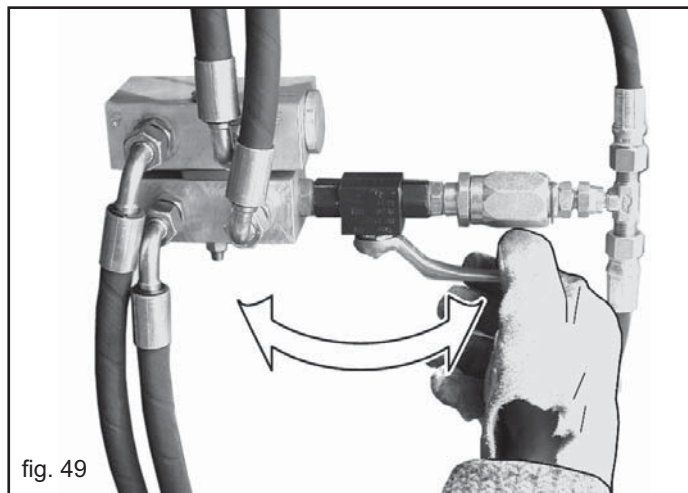
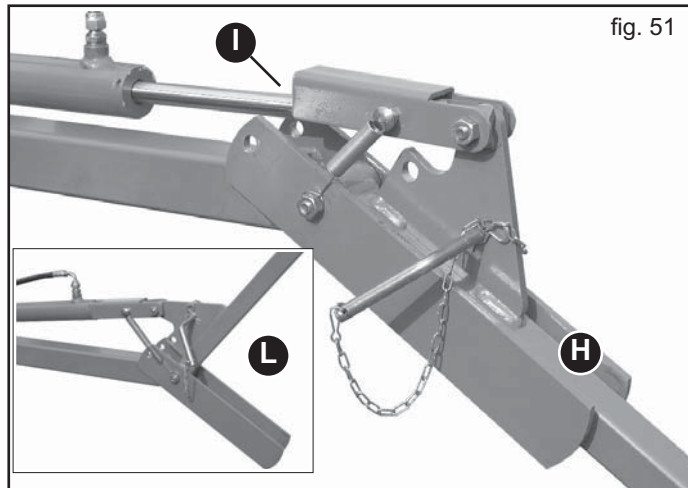

fig. 49
fig. 51
**IMPORTANT !** Sur les versions trainé, l'installation est partagée avec celle du chariot arrière: elles sont actionnées en même temps par le même distributeur du tracteur. Une vanne, placée à l'arrière de la machine, permet d'ouvrir et de fermer le circuit de la herse en fonction des exigences (Fig. 49). En ce qui concerne l'étalonnage de l'installation, veuillez consulter le chapitre 4.9 REGLAGE DES INSTALLATIONS OLEODYNAMIQUES.
- 3) Actionner l'installation oléodynamique en amenant les bras de la herse en fin de course (H, Fig. 51).
- 5) Vérifier que l'étrier de blocage est bien positionné le long de la tige du cylindre (I, Fig. 51).
Cette dernière opération permet, lors des manœuvres en fin de terrain ou bien lorsque la machine est soulevée du sol, de soulever partiellement la herse recouvre-graines (L, Fig. 51) et de la positionner correctement pour l'abaissement suivant du semoir. Lorsque l'on utilise la herse recouvre-graines arrière en position de travail, si le circuit de la herse est exclu par la vanne (Fig. 49), pendant les phases de manœuvre il est absolument nécessaire de soulever complètement le semoir.
**Lorsque la herse est abaissée et le circuit de la vanne est fermé (Fig. 49), il est absolument nécessaire de soulever complètement le semoir pendant les phases de manœuvre.**